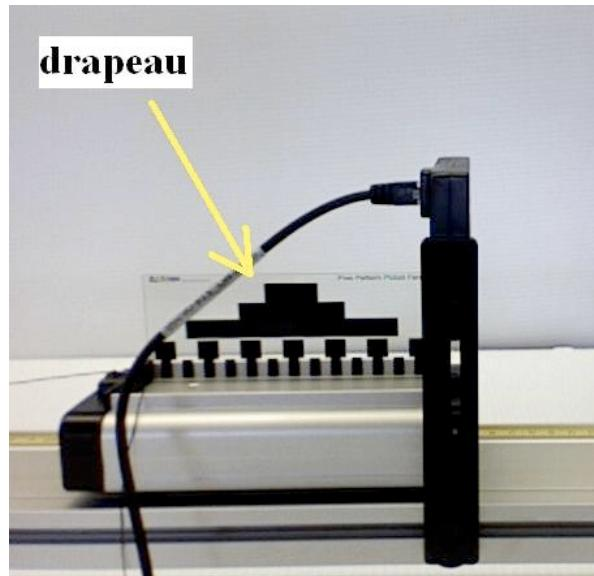

Figure 4. Drapeau: partie opaque qui bloquera le signal du photomètre pendant le passage du chariot.
2. Mesurez la longueur, δd , du “drapeau” avec l’erreur, $\Delta(\delta d)$, à la Figure 4. Il s’agit du petit rectangle opaque supérieur illustré ci-dessous. Cette quantité permettra de déterminer v_{exp} .